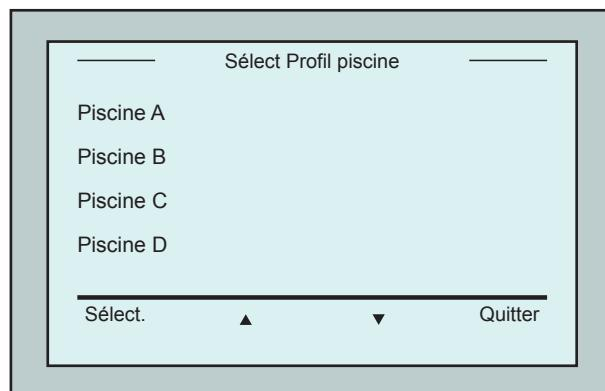

Figure 9 : Ecran Profil piscine
2. A l'écran Wave, appuyez sur Piscine A. L'écran Profil piscine s'ouvre (Figure 9).